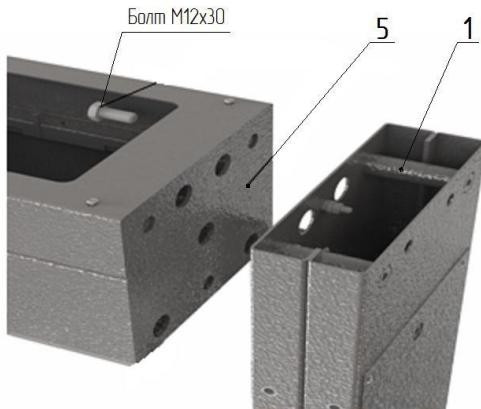
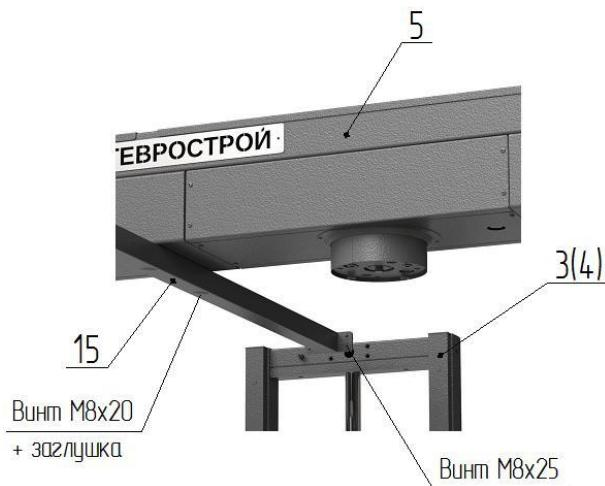

Рис. 1
Рис. 2
1. Сборка турникета (рис. 1, 2):
– положите на пол боковой плоскостью раму привода **5** (рис. 1), предварительно постелив лист картона, рядом аналогично положите две стойки крыла прохода **1** и **2**; состыкуйте указанные элементы друг с другом присоединительными элементами и закрутите по три болта M12x30 с каждой стороны; поставьте собранный портал вертикально на месте установки турникета; закрепите к раме **5** в средней части верхнюю стяжку **15** (рис.2) двумя винтами M8.